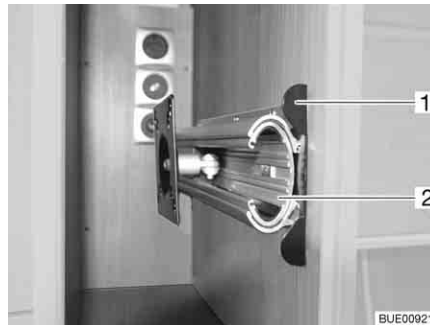

Fig. 58 Support dans le meuble de télévision
- Pousser la barre de déverrouillage (Fig. 58,1) vers le haut.
- Tirer la rallonge (Fig. 58,2) jusqu'à la butée.
- Faire coulisser la rallonge (Fig. 58,2) jusqu'à ce que la barre de déverrouillage (Fig. 58,1) s'enclenche.